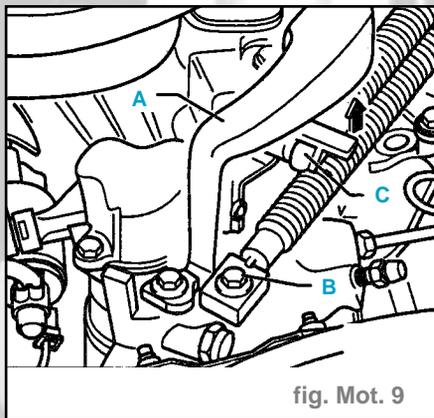

fig. Mot. 9
- Repérer la position de montage du câble de commande des vitesses (B) par rapport au levier de vitesses (fig. mot. 9).
- Démonter le poids d'équilibrage (A) et le câble de commande des vitesses (B) sur le levier de commande des vitesses.